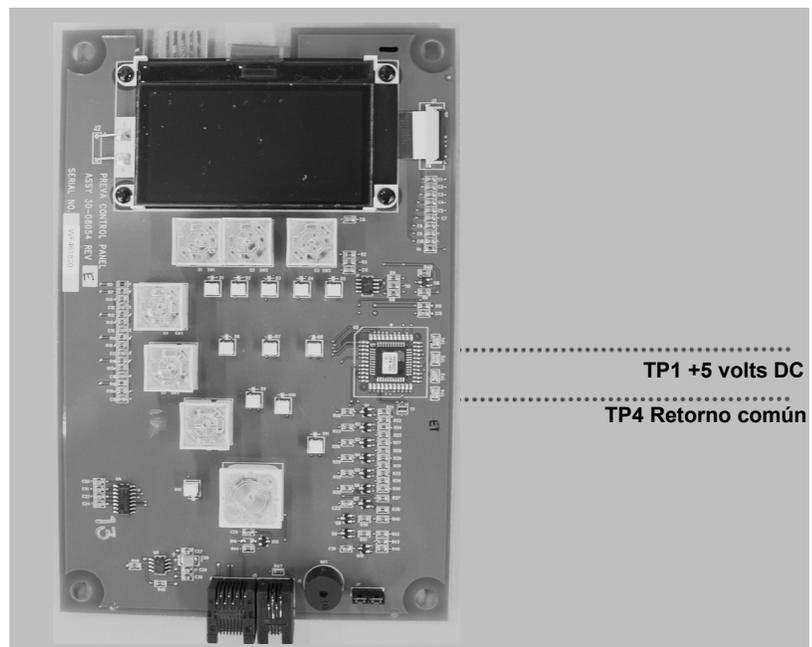

Figura 56
7. Si las tensiones de la placa de alimentación están presentes y el cable plano y el cable de comunicación se encuentran aceptables, abrir la caja del panel del operador y medir la presencia de +5 volts DC entre TP1 y TP4 del tablero del panel del operador, como se muestra en la *Figura 56*. La ausencia de esta tensión indica la necesidad de reconfirmar la tensión de alimentación y el cable de comunicación. La presencia de tensión requiere el reemplazo del tablero del panel del operador.